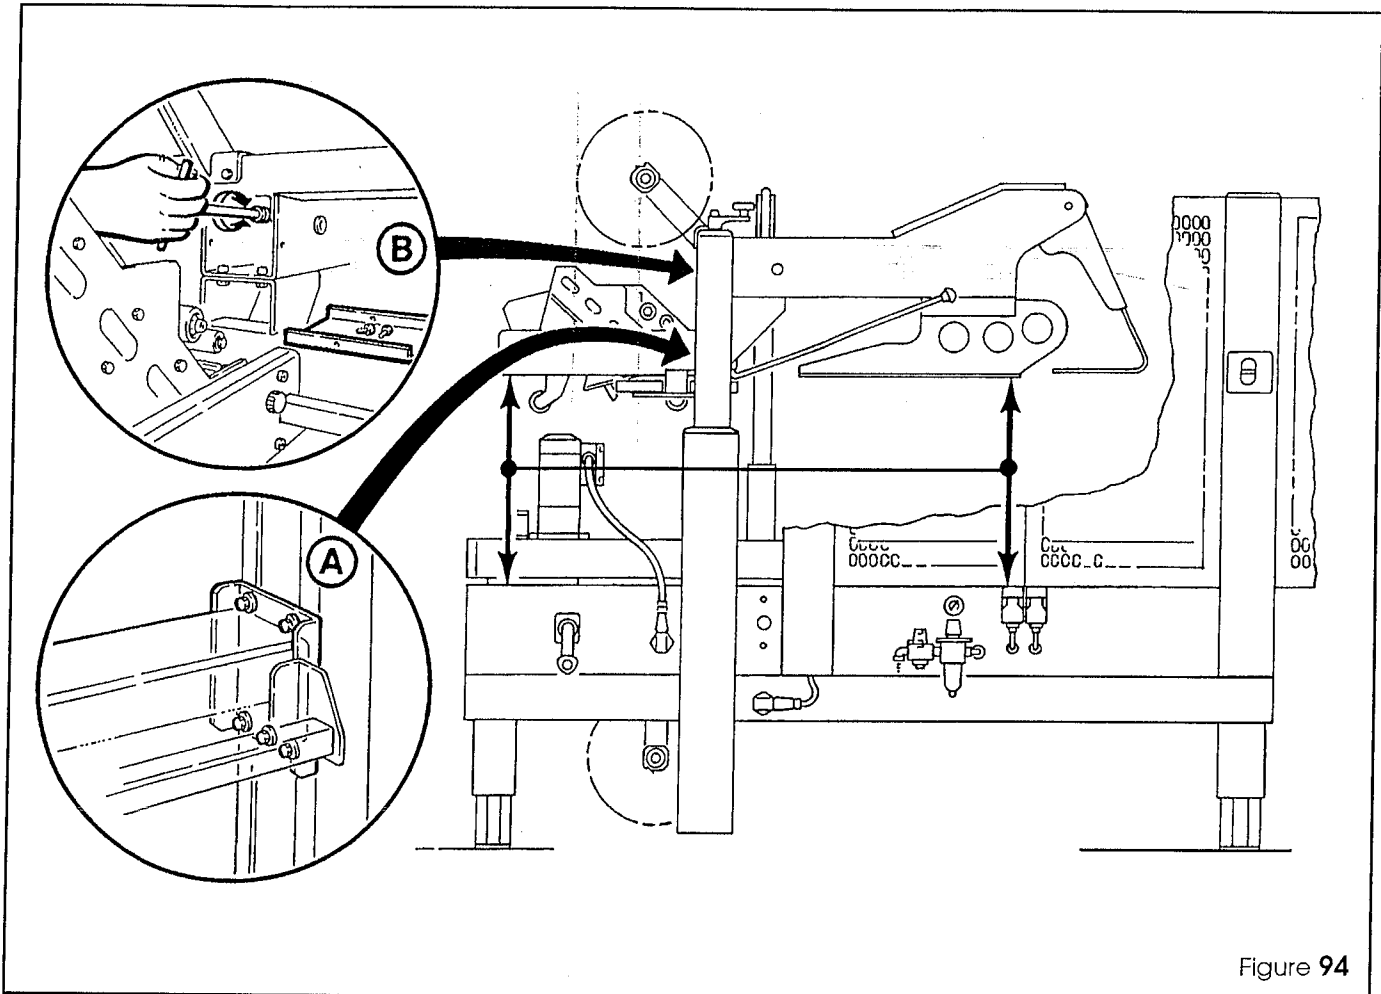

Figure 94
- Mesurer la distance entre l'extrémité d'évacuation de l'assemblage de la tête supérieure et du mécanisme de pliage du rabat au tapis de la machine, comme indiqué sur le Figure 94. L'assemblage supérieur doit être à niveau avec une marge $\pm 1,5$ mm.
übereinstimmen (siehe Figure 94)